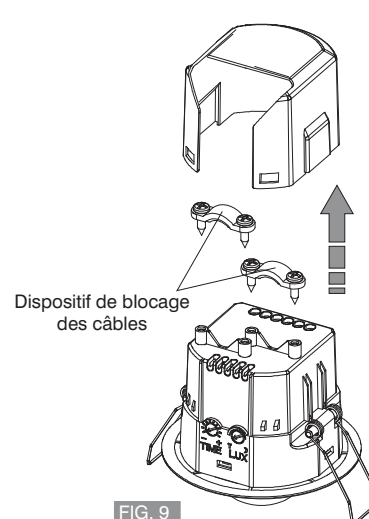

FIG. 9
- Retirer la couverture de protection des bornes, dévisser le ou les dispositif(s) de blocage des câbles (fig. 9).